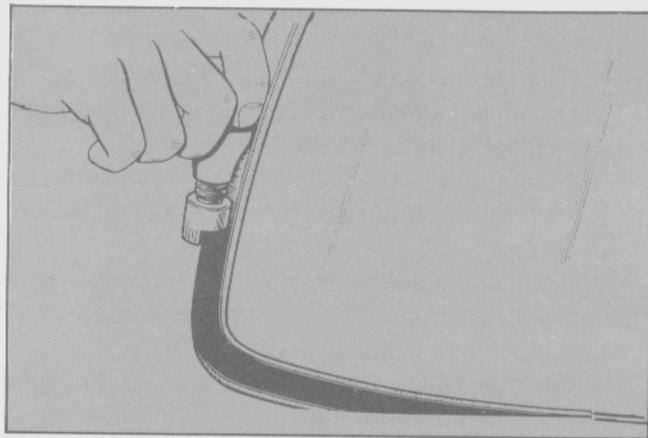

Fig. 30 - Aplicación del imprimador en el cristal.
- Aplicar el imprimador al borde del cristal (Fig. 30).